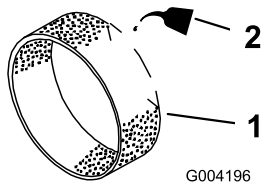

Рисунок 20
3. Вылейте 30-60 мл масла на фильтр предварительной очистки (Рисунок 20).